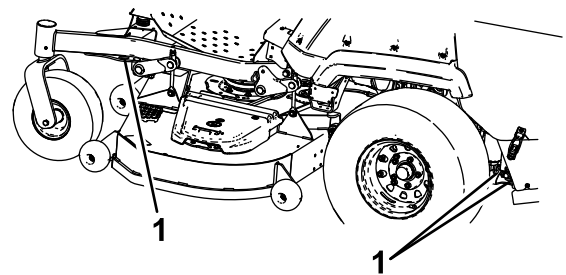

Figure 35
- Arrimez solidement la machine sur la remorque ou le camion à l'aide de sangles, chaînes, câbles ou cordes. Utilisez uniquement les points d'attache désignés sur la tondeuse (Figure 35). Utilisez ces points même pour transporter la tondeuse équipée d'un accessoire. L'utilisation de points non désignés risque d'endommager la tondeuse et/ou l'accessoire.